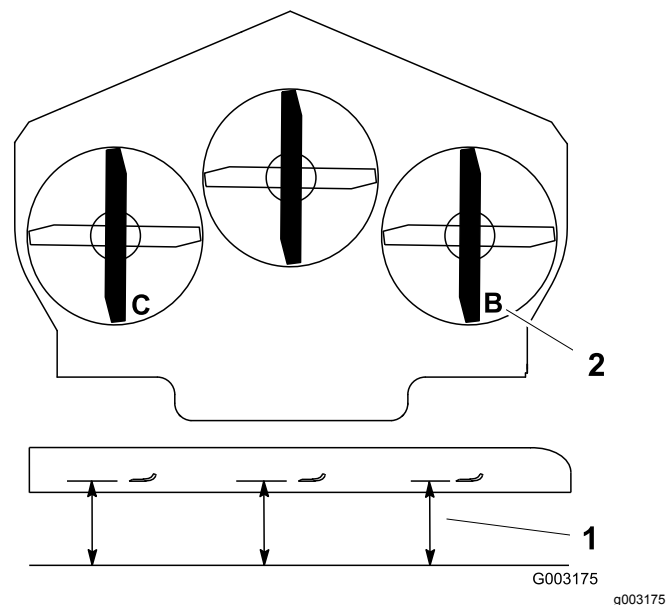

Bild 74
1. Stellen Sie das rechte Schnittmesser in Längsrichtung (Bild 74).
2. Messen Sie das rechte Messer an der Stelle **B** von einer ebenen Oberfläche bis zur Schnittkante der Messer (Bild 74).
4. Stellen Sie das linke Schnittmesser in Längsrichtung (Bild 74).
5. Messen Sie das linke Messer an der Stelle **C** (Bild 74) von einer ebenen Oberfläche bis zur Schnittkante der Messer.